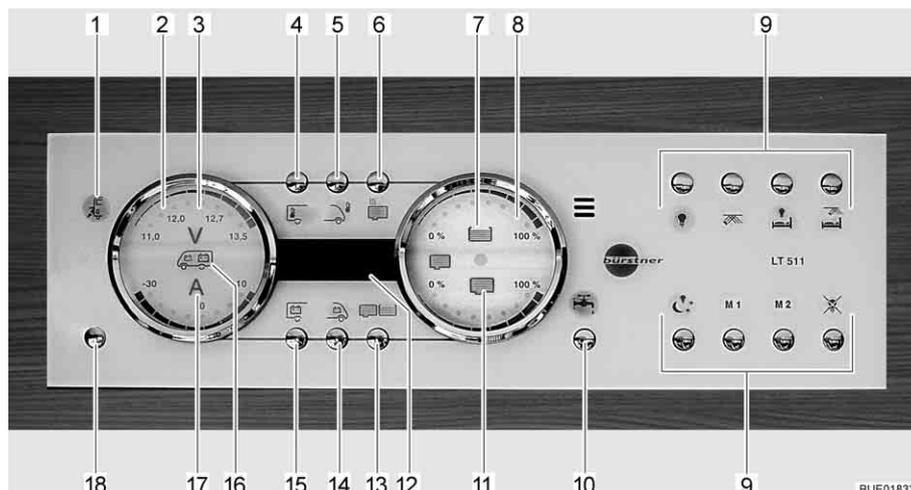

Fig. 118 Panneau de contrôle LT 511
Le voyant de contrôle 230 V (Fig. 118,1) s'allume si l'arrivée du bloc électrique est sous tension de réseau.
L'interrupteur principal 12 V (Fig. 118,18) établit ou coupe le panneau de contrôle et l'alimentation 12 V de la cellule.
- Appuyer brièvement sur la touche d'alimentation 12 V (Fig. 118,18). L'alimentation 12 V de la cellule est assurée. L'indicateur de contrôle "12 V" s'allume.
- ▷ La tension de la batterie de cellule est trop faible quand les DEL "11,0" de l'affichage en Volt et le symbole Volt "V" (Fig. 118,3) clignotent dans l'indicateur des batteries (Fig. 118,2) après la mise sous tension. Charger la batterie.
- ▷ La coupure de batterie est active quand l'indicateur de contrôle "12 V" et le symbole Volt "V" (Fig. 118,3) clignotent trois fois après la mise sous tension. Désactiver la coupure de batterie.
- Appuyer brièvement sur la touche d'alimentation 12 V (Fig. 118,18). L'alimentation 12 V de la cellule est coupée. L'indicateur de contrôle "Alimentation 12 V" s'éteint.
- Appuyer sur la touche batterie de cellule (Fig. 118,15) et la maintenir enfoncée pendant 10 secondes environ. Le symbole Volt "V" (Fig. 118,3) et l'indicateur de contrôle "12 V" clignotent trois fois. La batterie de cellule est coupée du réseau de bord de 12 V.
- Appuyer sur la touche d'alimentation 12 V (Fig. 118,18) et la maintenir enfoncée pendant 5 secondes environ. Le symbole Volt "V" (Fig. 118,3) et l'indicateur de contrôle "12 V" clignotent trois fois. La batterie de cellule est branché au réseau de bord 12 V. L'indicateur de contrôle s'allume au bout d'env. 5 secondes.
- Appuyer sur la touche de la batterie de cellule (Fig. 118,15). Le symbole Volt "V" (Fig. 118,3) s'allume. Le symbole Ampère "A" (Fig. 118,17) est allumé en blanc ou en rouge suivant l'état de chargement ou de déchargement. Les DEL à l'intérieur de l'indicateur indiquent la tension de la batterie et le courant de la batterie de cellule.
- Appuyer sur la touche de la batterie de démarrage (Fig. 118,14). Le symbole Volt "V" (Fig. 118,3) s'allume. Des DEL à l'intérieur de l'indicateur indiquent la tension de la batterie de démarrage.
- Appuyer sur la touche réservoirs (Fig. 118,13). Les symboles réservoir d'eau (Fig. 118,7) et réservoir d'eaux usées (Fig. 118,11) s'allument. Des DEL à l'intérieur de l'indicateur indiquent le niveau du réservoir d'eau (échelle supérieure) et celui du réservoir d'eaux usées (échelle inférieure).
Le symbole du réservoir d'eau (Fig. 118,7) ou celui du réservoir d'eaux usées (Fig. 118,11) clignote quand le réservoir d'eau est vide ou que le réservoir d'eaux usées est plein.
L'affichage numérique (Fig. 118,12) permet d'indiquer les températures intérieure et extérieure.
- Appuyer sur la touche température intérieure (Fig. 118,4). La température intérieure s'affiche.